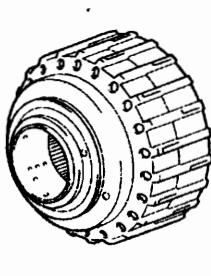
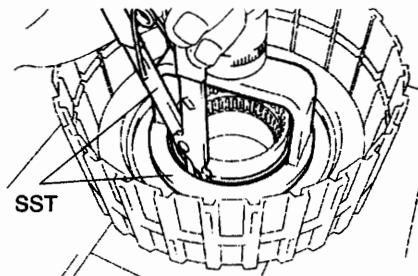
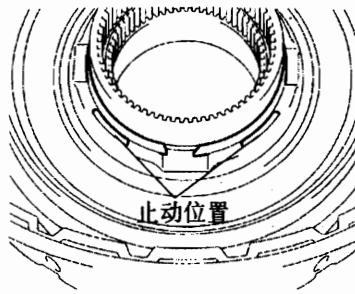

图 12-1-142
图 12-1-143
图 12-1-148
- ③如图 12-1-142 所示, 从离合器鼓分总成上拆下 O 形圈。
(24) 拆下直接挡离合器活塞分总成。
- ①如图 12-1-143 所示, 将 SST 放置在直接挡离合器活塞上, 并用压具压缩回位弹簧。
④如图 12-1-143 所示, 将 SST 放置在直接挡离合器活塞上, 并用压具压缩回位弹簧。用卡环扩张器安装卡环。注意: 不要使卡环端隙与弹簧固定座爪对齐。将弹簧片放置到离卡环槽 1~2mm 处时, 应停止压缩, 以防弹簧片变形。不要过度扩张卡环。
⑤活塞中卡环端隙的设置见图 12-1-148。
(2) 安装倒挡离合器活塞分总成。
①如图 12-1-142 所示, 将 ATF 涂到新 O 形圈上, 并将其安装到离合器鼓分总成上。